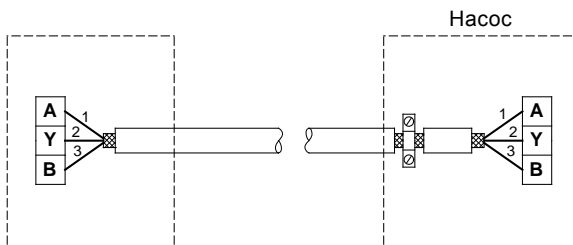

Рис. 12 Присоединение 3-жильного экранированного кабеля
- Если устройство не имеет такого зажима, экранирующую оплетку оставляют с этой стороны неподсоединенной, как показано на рис. 12.